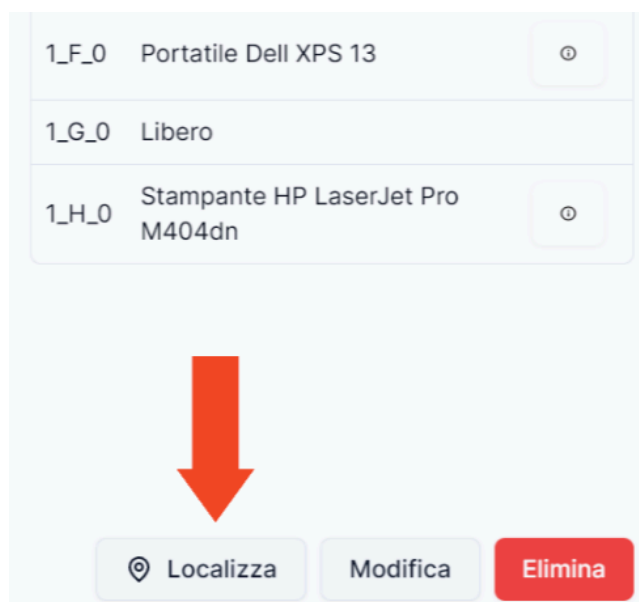

Figura 15 Barra dei pulsanti per interagire con una zona_G
- **Localizza**  (Figura 15): posiziona la visuale sulla zona_G, in modo da permettere una più immediata visualizzazione e localizzazione della stessa;